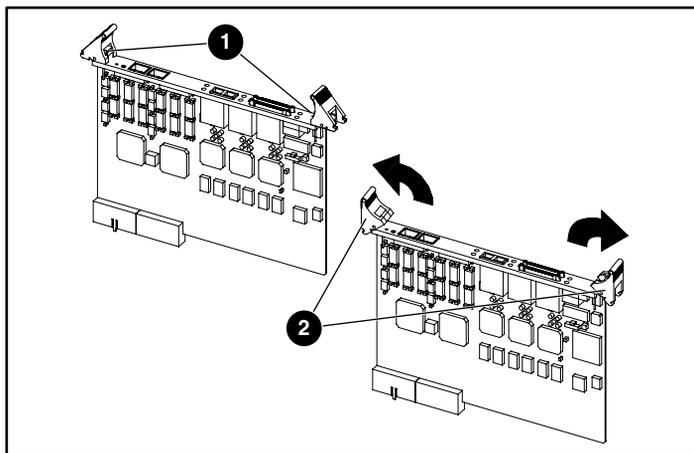

Figura 10: Extensión de las palancas de expulsión
- ❶ Tornillos de fijación
4. Suelte las palancas de expulsión del router pulsando los dos botones (consulte la Figura 10). Sostenga las palancas para que se extiendan hacia los extremos de la placa del router.